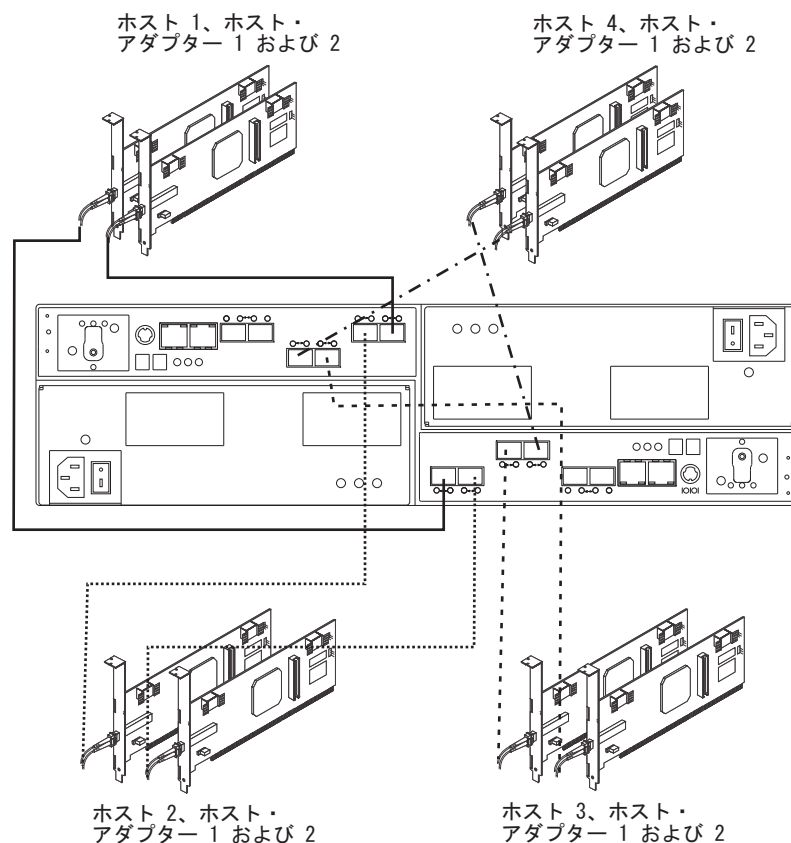

図 55. 2 つの冗長ホスト接続のケーブル接続図
3. その他の冗長ホスト接続ごとに、ステップ 1 および 2 を繰り返します。DS5020 ストレージ・サブシステムでは 99 ページの図 55 に示されているような 2 つの冗長ホスト接続、あるいは最大 4 つの冗長ホスト接続 (図示していません) を作成することができます。4 つの冗長ホスト接続では、DS5020 ファイバー・チャンネル・ホスト・バス・アダプターまたはファイバー・チャンネル・スイッチ・ポートに接続することができます。